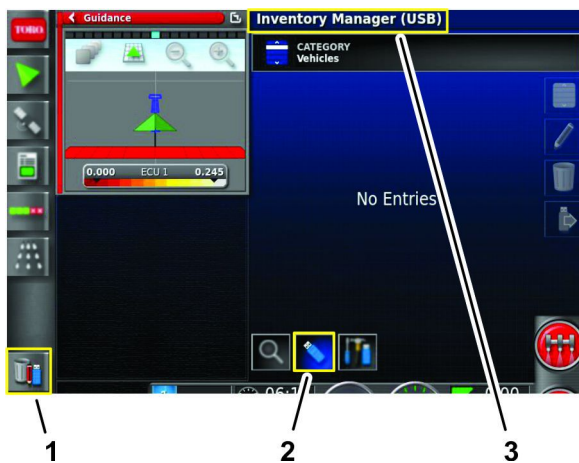

図 97
3. インベントリ管理アイコンを押す 図 97。
4. 画面上部のタイトルが インベントリマネージャー (USB) の状態で、ビュー切り替えアイコンを押す 図 97。